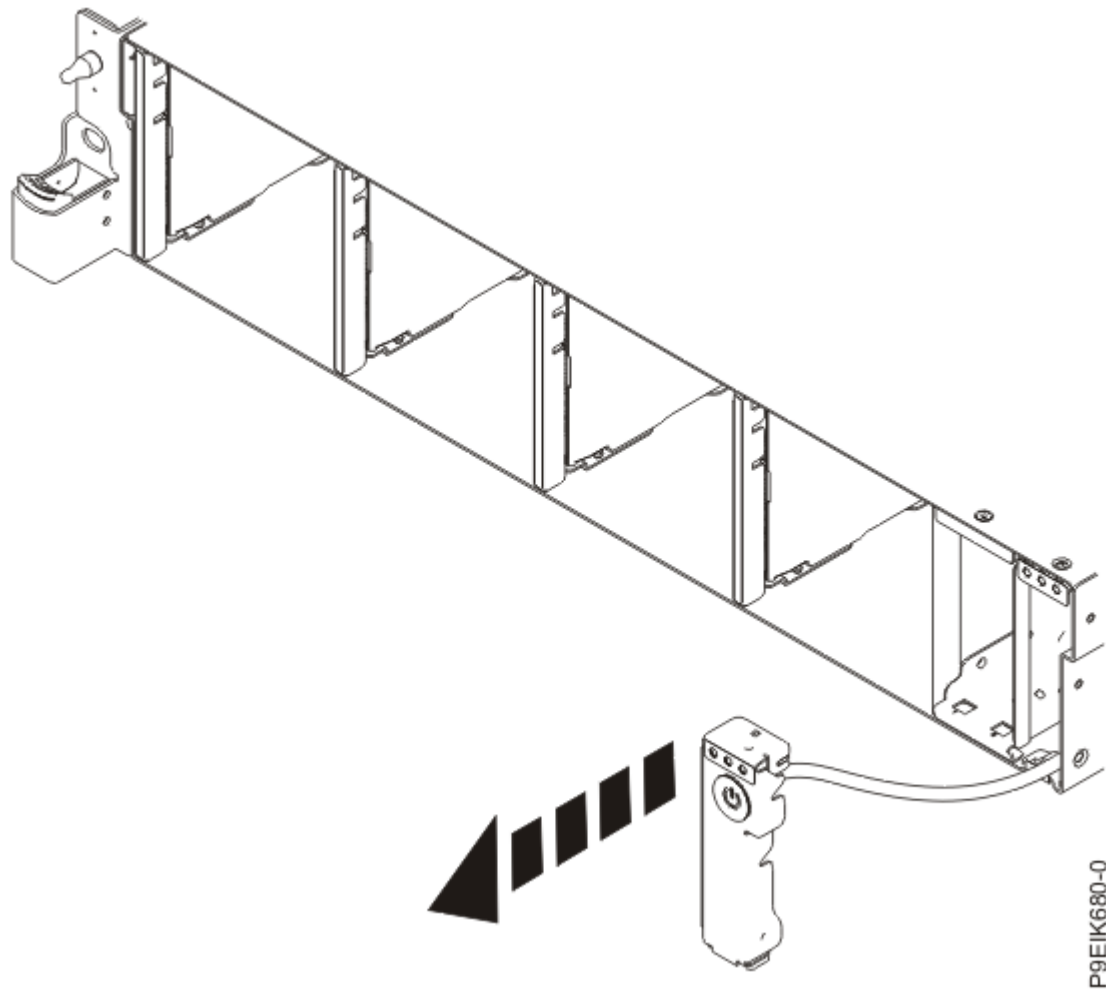

Figura 38. Cómo tirar del interruptor y cable de alimentación
6. Extraiga el interruptor de alimentación del sistema, tal como se muestra en la Figura 38 en la página 54.